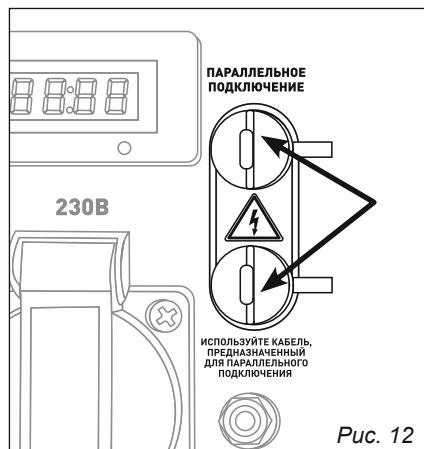

Рис. 12
**Разъем для параллельного подключения (рис. 12)**